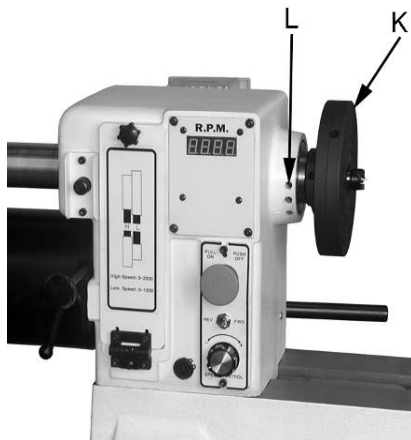

Fig 18
Visser la goupille indicatrice dans l'orifice (L, Fig. 18) de la poupée fixe.
Le plateau circulaire (K, Fig. 18) sert au tournage des bols et des assiettes. De nombreux trous y sont percés (L) afin de fixer la pièce d'œuvre.